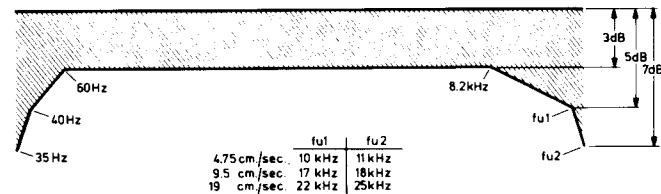

Fig. 19
- Der gemessene Frequenzgang (gegenüber dem 333-Hz-Pegel) soll innerhalb der Kurve in Abb. 19 liegen.
- Ebenso kann man bei 9,5 cm/s den Frequenzgang messen. Die höchsten Frequenzen sollen in diesem Fall 17 kHz und 18 kHz betragen (siehe Abb. 19). Bei Geschwindigkeit 4,75 cm/s ist die Ausgangsspannung auf 0,05 V (-26 dB) zu verringern. Der Frequenzgang soll im Bereich 35 Hz - 11 kHz innerhalb 7 dB liegen.